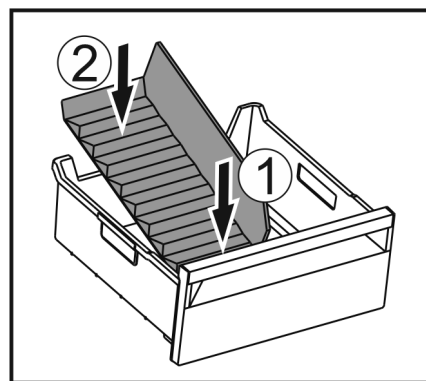

Fig. 116
- Sæt den forreste del af frostrumsadskilleren i. Fig. 116 (1)
- Sæt den bageste del af frostrumsadskilleren ned i skuffebunden. Fig. 116 (2)